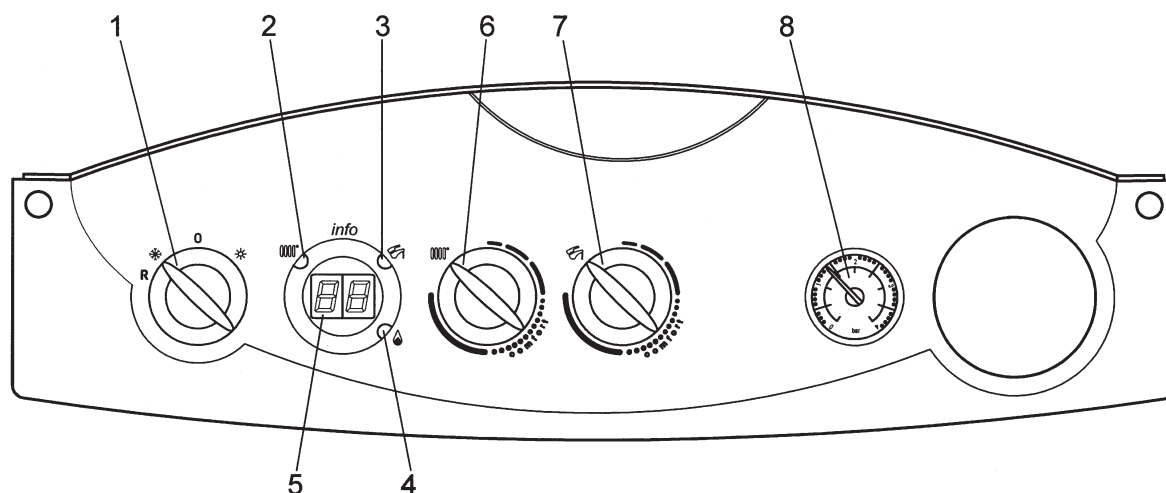
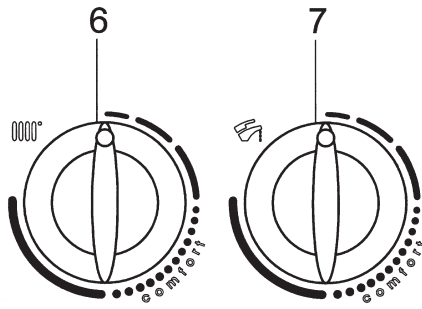
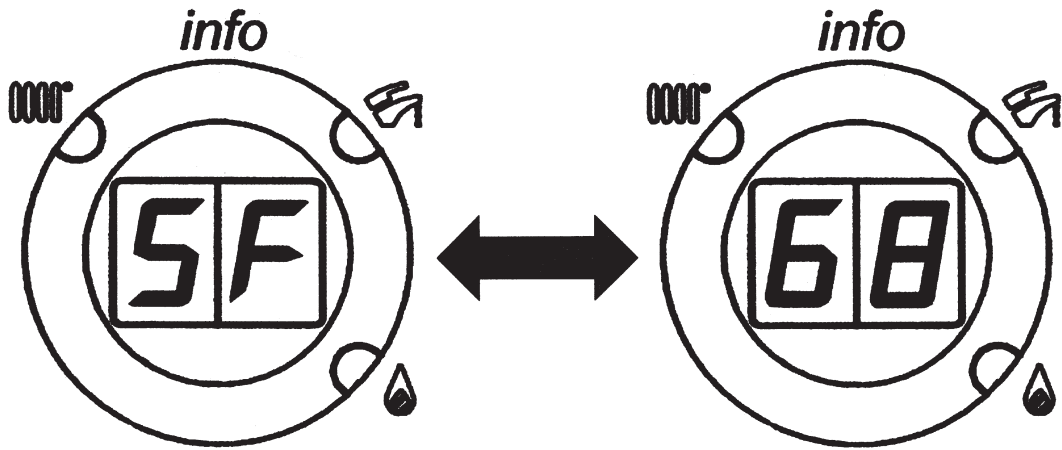

Fig. 26
Fig. 28A
Fig. 29
To permit the boiler to handle requests from individual zones, turn the Summer/Winter selector (1 - figure 26) on the boiler's front panel to Winter (❄) position.
Set the desired temperature with knob 6, figure 26, directly on the boiler control panel.
Pour le fonctionnement de la chaudière, en cas de demande séparée de la part des différentes zones, il est nécessaire de mettre le sélecteur Été/Hiver (1 - figure 26) qui se trouve sur le panneau de commande de la chaudière sur la position Hiver (❄).
Choisir la température de chauffage directement sur le panneau de commande de la chaudière en tournant le bouton 6, figure 26.
Use the central heating temperature control knob (6 - figure 26) on the boiler's control panel to set central heating output temperature to the various zones.
Programmer la température de refoulement prévue pour chaque zone en utilisant le bouton de réglage de la température du circuit de chauffage qui se trouve sur le panneau de commande de la chaudière (6 - figure 26).
5.4 INITIAL LIGHTING - Refer to Fig. 26
5.4 PREMIER ALLUMAGE - Référez-vous à la Fig. 26
- 1) Turn the control knobs 6 and 7 (figure 26) fully counter-clockwise to their minimum positions as shown in figure 28A.
Note: LEDs 2 and 3 (figure 26) flash alternately and the display alternates the message "SF" and the boiler output temperature about every five seconds (figure 29).
- 4) Calibration mode remains active for 20 minutes. To exit "calibration mode" before this time simply turn control knob 7 (figure 26).
- 1) tourner les boutons 6 et 7 (figure 26) dans le sens inverse des aiguilles d'une montre en les mettant sur la valeur minimum, comme le montre la figure 28A;
Remarque : les Led 2 et 3 (figure 26) clignotent une après l'autre et l'afficheur visualise le message "SF" qui s'alterne, par intervalles de 5 secondes, à la valeur de température de départ de la chaudière (figure 29).
- 4) Cette fonction reste disponible pendant 20 minutes. Il est possible de l'interrompre à l'avance en tournant le bouton 7 (figure 26).